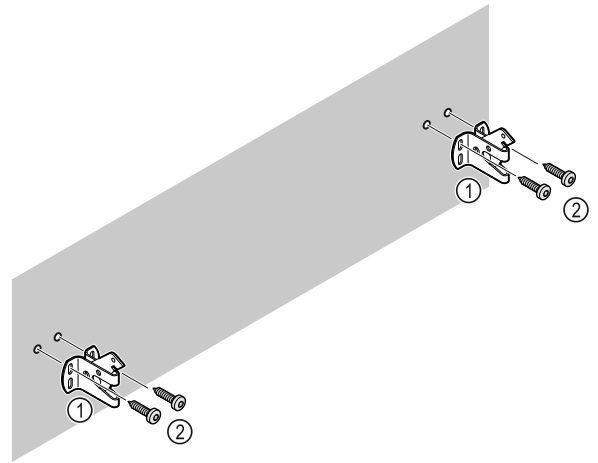

Fig. 10
**Afhankelijk van de eigenschappen van de wand (hout, beton) geschikt bevestigingsmateriaal (bijv. pluggen) en voldoende bevestigingspunten gebruiken Fig. 10 (2).**
- ▶ Borghaken bevestigen. Fig. 10 (1)